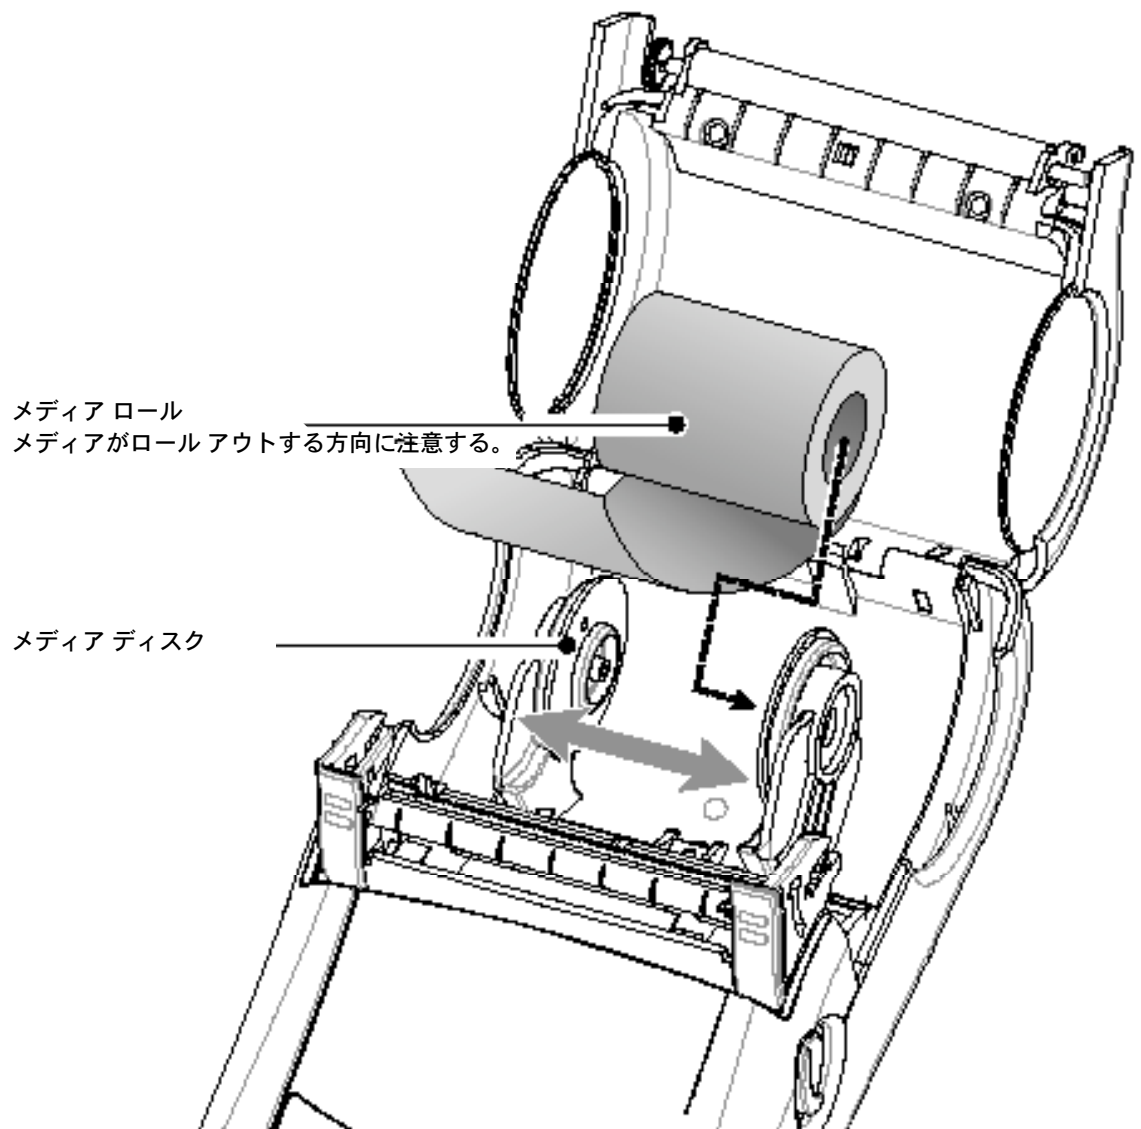

図 6
2. **メディアをロードします。** 図6を参照にしてください。